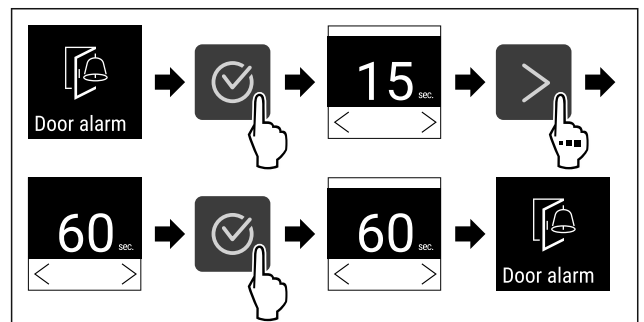

Fig. 117
- ▶ Suorita toimenpidevaiheet (katso Fig. 117) .